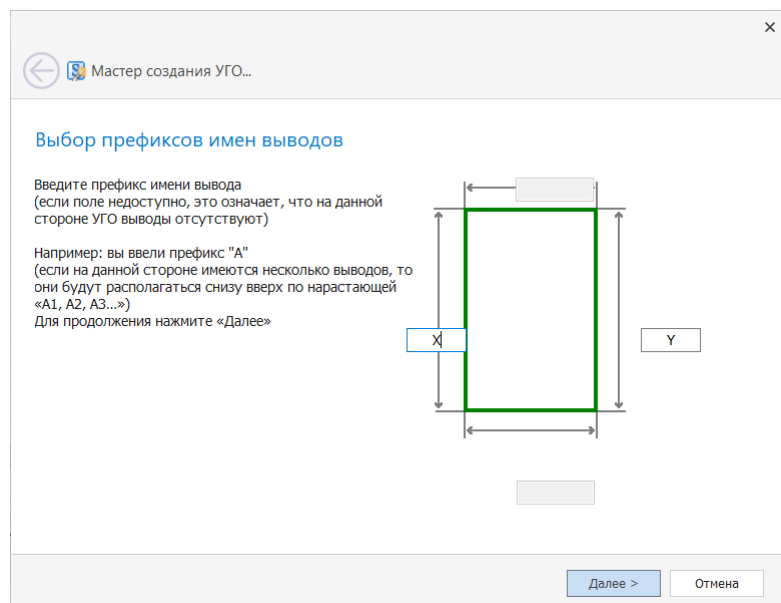

Рис. 221 Префиксы меток выводов
4. Указать префиксы меток выводов, см. Рис. 221.